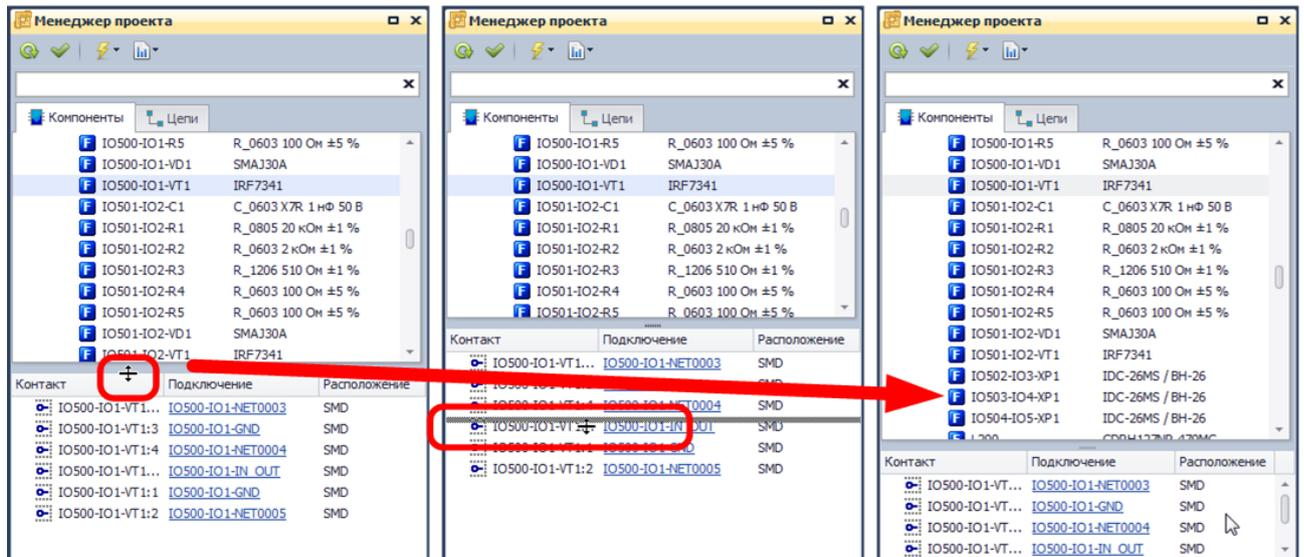

Рис. 102. Изменение размера поля для отображения дополнительной информации
2. Зажать левую кнопку мыши и, перемещая курсор, указать необходимый размер поля, см. Рис. 102 (стрелка указывает последовательность действий).